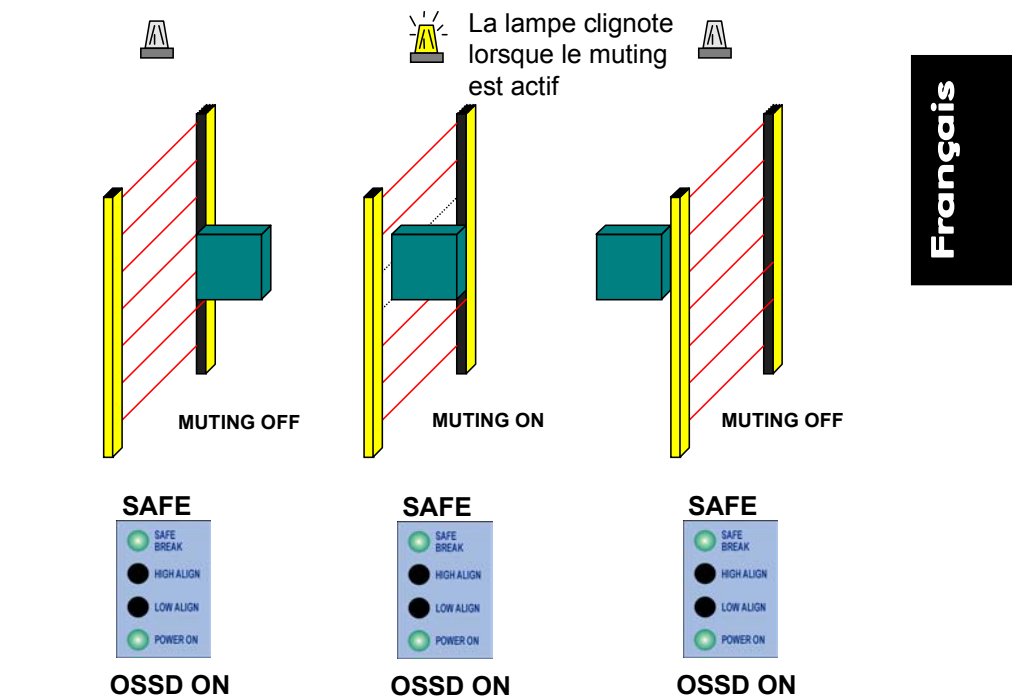

Fig. 23
- La Fig.23 illustre les modes de fonctionnement du Muting.